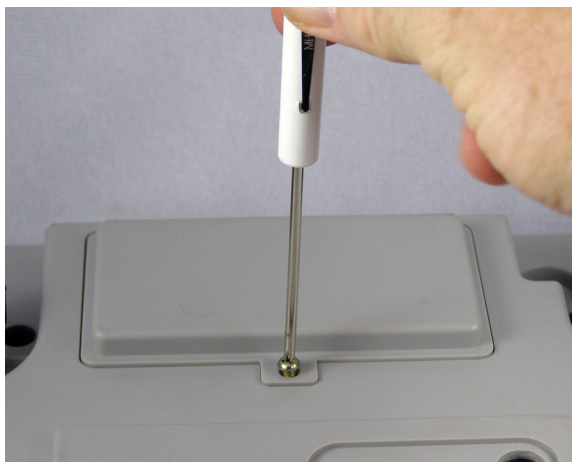

Figure 2.1 Retirer la vis du couvercle du compartiment à batterie
1. Retirer les vis du couvercle du compartiment à batterie à l'arrière de la balance. Voir Figure 2.1.